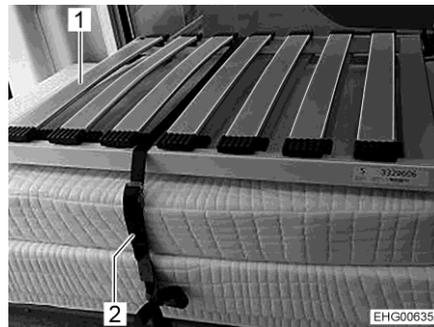

Fig. 37 Letto in coda (posizione di trasporto)
- Staccare la cintura di ritegno (Fig. 37,2).
- Posare le reti dei letti (Fig. 37,1) una dopo l'altra sopra il corridoio centrale (sulle barre dell'armadio in basso).
- Impilare i cuscini e le reti dei letti, come illustrato nella Fig. 37, sull'armadio in basso a sinistra.
- Fissare i cuscini e le reti dei letti con la cintura di ritegno (Fig. 37,2). A tale scopo, infilare la cintura di ritegno negli occhielli previsti e avvolgerla intorno ai cuscini e alle reti dei letti.